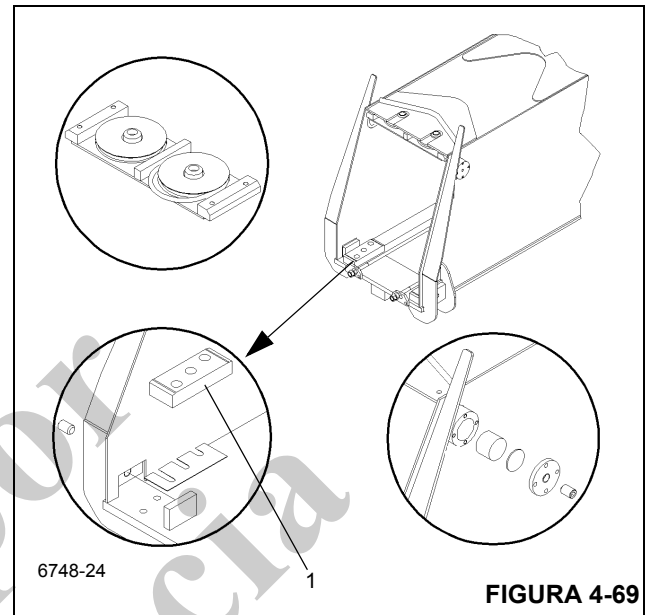

FIGURA 4-69
- 14. Instale la almohadilla de desgaste de latón (Figura 4-69, 1) en la punta de la sección central interior.